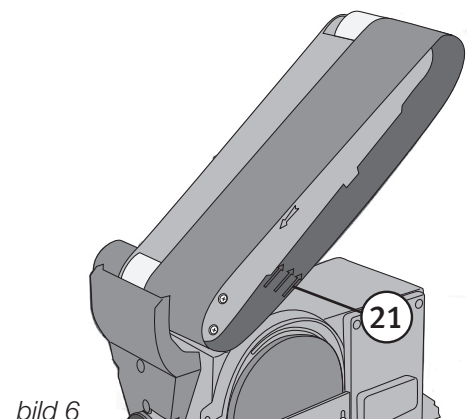

bild 6
8. Montera slipbandet i rätt rotationsriktning. Det nya slipbandet har en riktningsspil på insidan ((21) på bild 6), slipbandet måste rotera i pilens riktning. Se till att slipbandet är centrerat på båda rullarna.